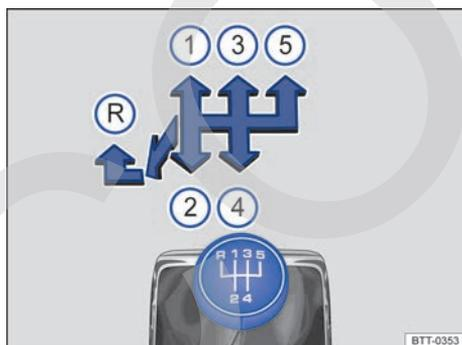
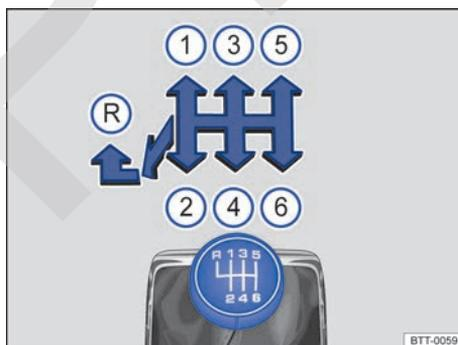

Fig. 115 Esquema de un cambio manual de 5 marchas.
Fig. 116 Esquema de un cambio manual de 6 marchas.
En la palanca de cambios están representadas las posiciones de cada una de las marchas → fig. 115 o → fig. 116.
- Mueva la palanca de cambios completamente hacia la izquierda y a continuación hacia delante para situarla en la posición de la marcha atrás → fig. 115  o → fig. 116 .